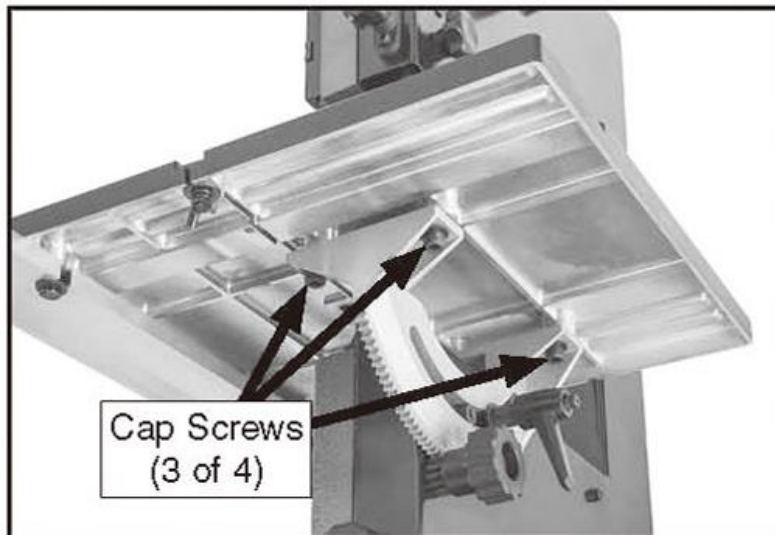

Рисунок 30. Расположение винтов с заглушками на креплении стола.
5. Ослабьте винты кронштейна, которыми крепится стол (см. рис. 30).